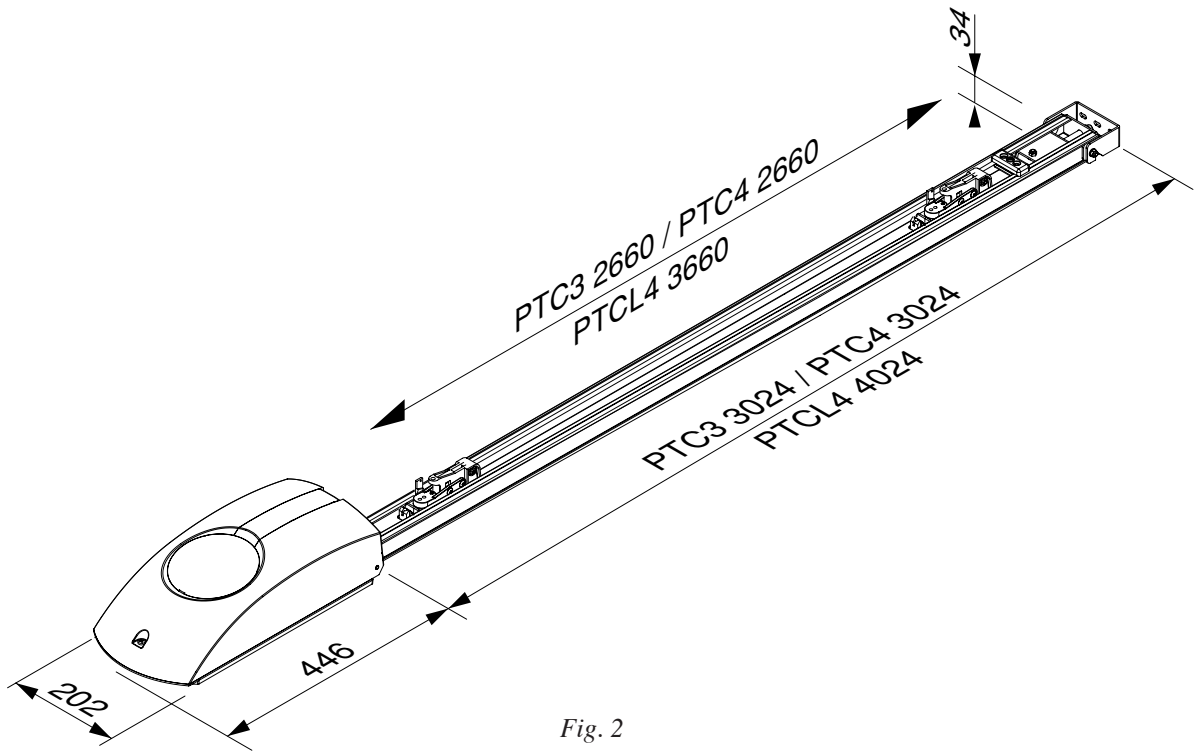

Fig. 2
**JM.3 (600Nm)** e **JM.4 (1200Nm)** a cui possono essere abbinata le seguenti rotaie (fig.2):